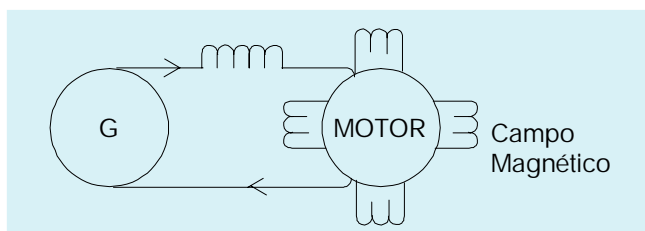

Fig. 2 - Potência reativa (kvar)
- **Potência reativa:** Potência usada apenas para criar e manter os campos eletromagnéticos das cargas indutivas. É medida em kvar. A fig. 2 ilustra esta definição.